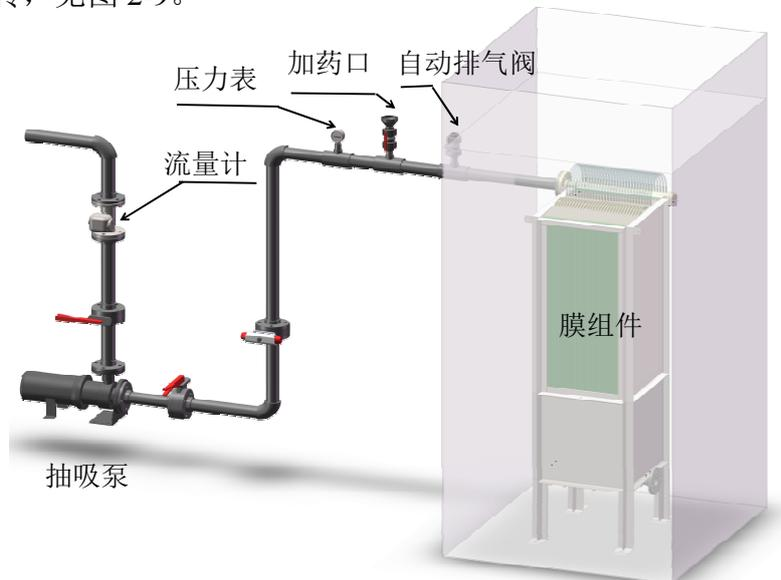
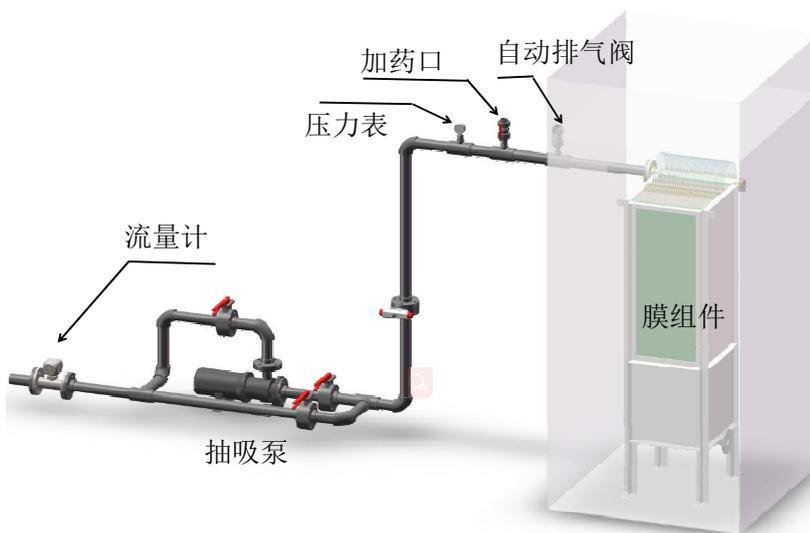

图 2-6 集水管穿过池壁抽吸泵低于膜元件底部
图 2-7 集水管跨越池壁抽吸泵及泵后管路低于膜元件底部
抽吸泵，同时集水管路上应设置排气阀，推荐选用自动排气阀，见图 2-6；如集水管最终排口低于膜元件底部时，可设置与抽吸泵并联的出水管线，用电磁阀切换，当膜污染程度低时，可利用自然水头出水，以节省能量，见图 2-7。
- b. 膜组件的集水管跨越池壁，且水泵低于膜元件最低点时，如采用离心泵作为抽吸泵，在泵吸水管路上须设置抽真空系统，以保证虹吸,见图 2-6；如抽吸泵后出水管线水平低于膜元件底部，可设置与抽吸泵并联的出水管线，用电磁阀切换，当膜污染程度低时，可利用自然水头出水，见图 2-7。